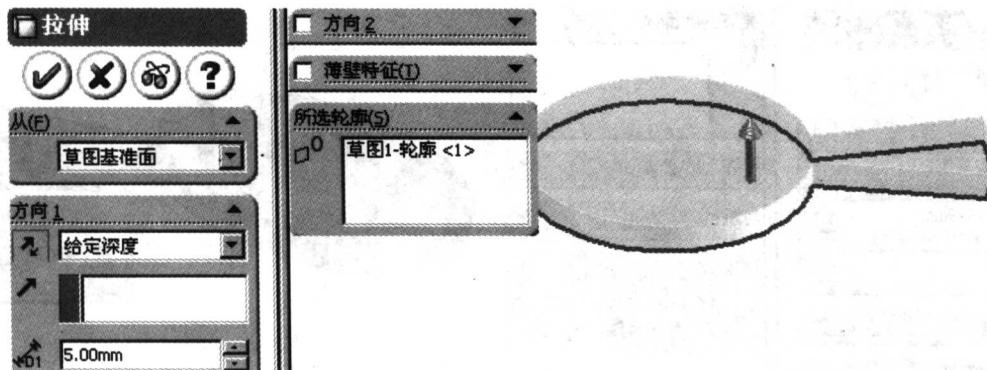

图 1-28 位伸属性管理器
(3) 拉伸。单击特征工具栏上的“拉伸凸台/基体”图标按钮，弹出“位伸凸台/基体”属性管理器，在绘图区中选择草图 1 绘制的轮廓作为所选轮廓，在属性管理器中选择拉伸类型为“给定深度”，输入拉伸距离 5，如图 1-28 所示，单击“确定”图标按钮。